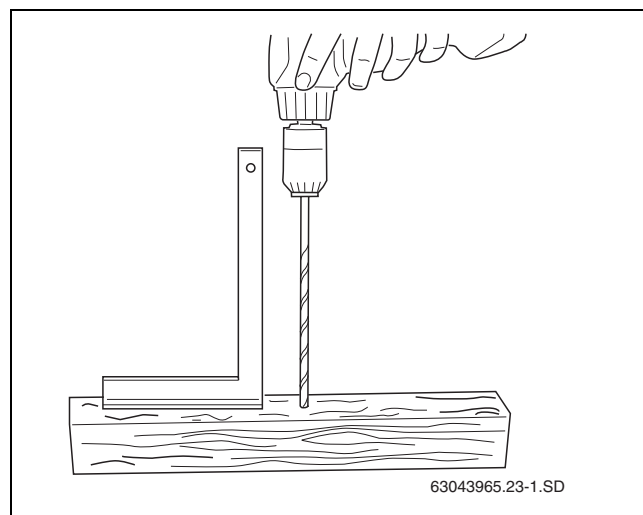

Fig. 22 Realizar la plantilla de perforación
- Coja una madera cuadrada de aproximadamente 0,50 – 1,00 m de longitud. Realice un agujero pasante (Ø 6 mm) vertical en la madera cuadrada (Fig. 22).